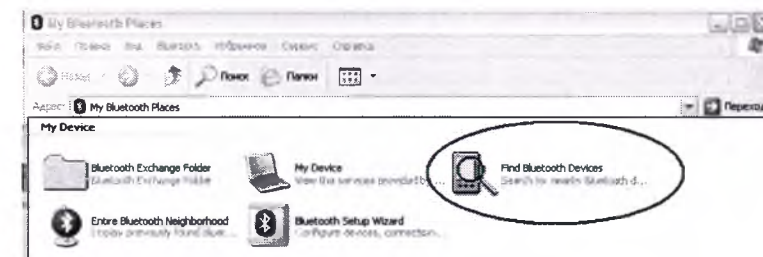

Рис. 16
2. В открывшемся окне «My Bluetooth Places» щелкните по иконке «Find Bluetooth Devices» (рис. 16).